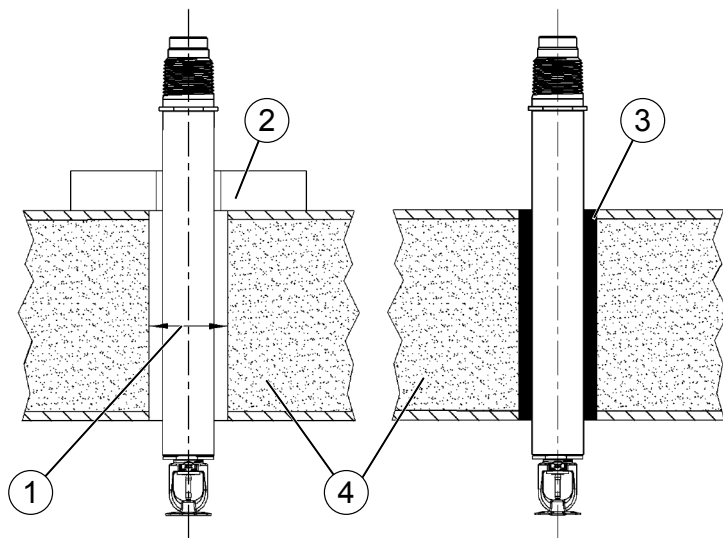

Abb. 8: Dichtung an der Außenseite (links); Dichtung in der Decke (rechts)
Um Kondensat- bzw. Eisbildung um den Sprinklerkörper, die die Auslösung behindern oder eine vorzeitige, ungewollte Auslösung verursachen könnte, zu vermeiden, muss der Zwischenraum um das Fallrohr (Abb. 8/1) geschlossen bzw. isoliert (Abb. 8/3) werden.
- ➔ Die Durchgangsöffnung (Abb. 8/1) mit der Isolierdichtung (Abb. 8/2) oberhalb der isolierten Decke (Abb. 8/4) abdichten.
- ➔ Die Durchgangsöffnung (Abb. 8/1) innerhalb der isolierten Decke (Abb. 8/4) mit einem geeigneten Dichtmittel abdichten.